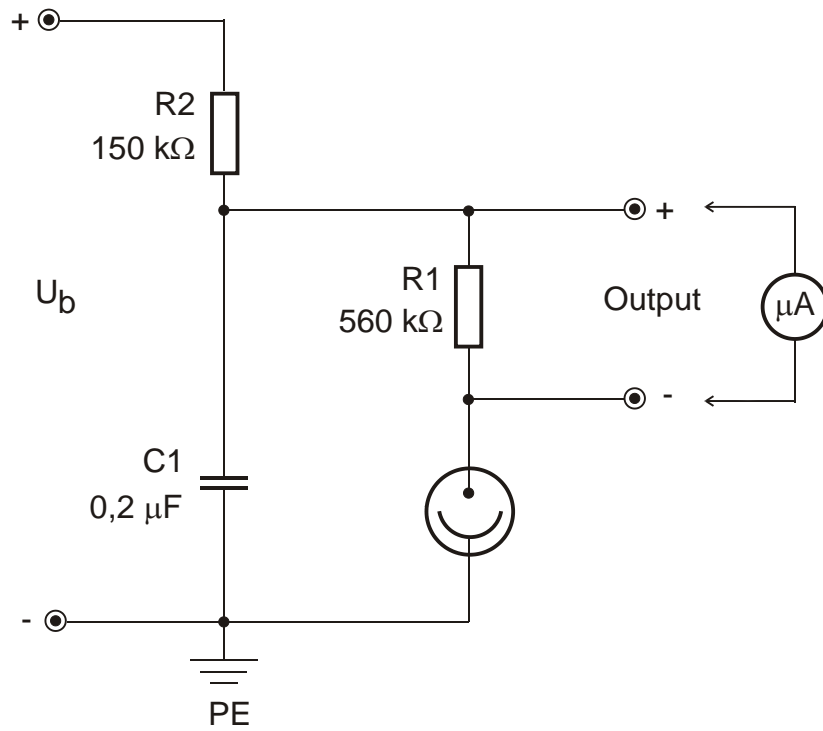

Fig.1 Circuito de la célula fotoeléctrica
La fig.1 muestra el circuito de la célula fotoeléctrica. En el par de casquillos (1) se tiene la tensión de excitación U_b , la cual crea un campo eléctrico entre el cátodo y el ánodo de la célula. Con un microamperímetro conectado en el par de casquillos (2) se puede demostrar la dependencia entre la intensidad de iluminación y la intensidad de la corriente fotoeléctrica.